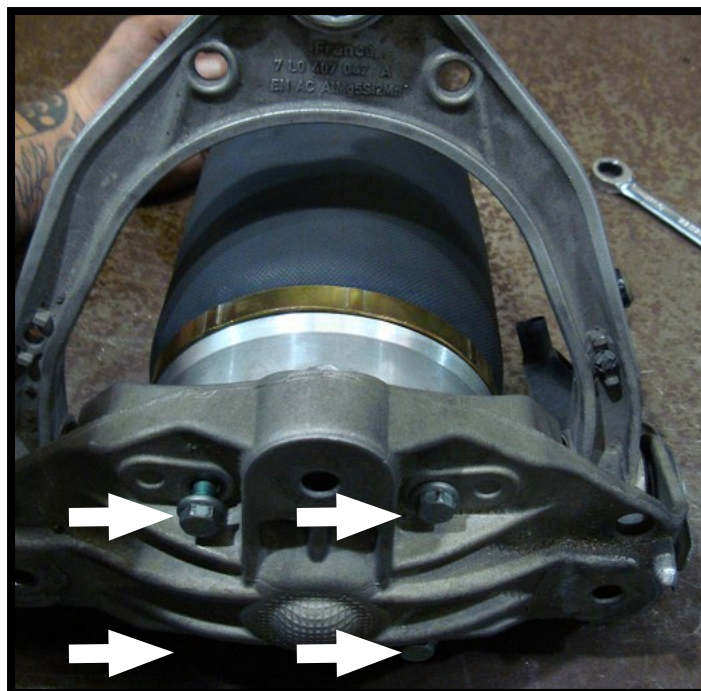

FIGURA 20-8
9. INSTALE LOS CUATRO PERNOS NUEVOS QUE FIJAN EL MUELLE NEUMÁTICO EN EL SOPORTE SUPERIOR. (FIGURA 20-8)